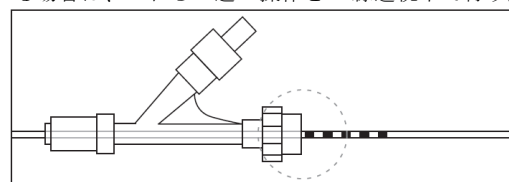

図1
9. 長さ 150cm のマイクロカテーテルを使用している場合、X線不透過マーカーが回転式止血弁に揃うまで、デリバリープッシャーを進める(図1)。この時点でX線透視によるガイドを開始する。